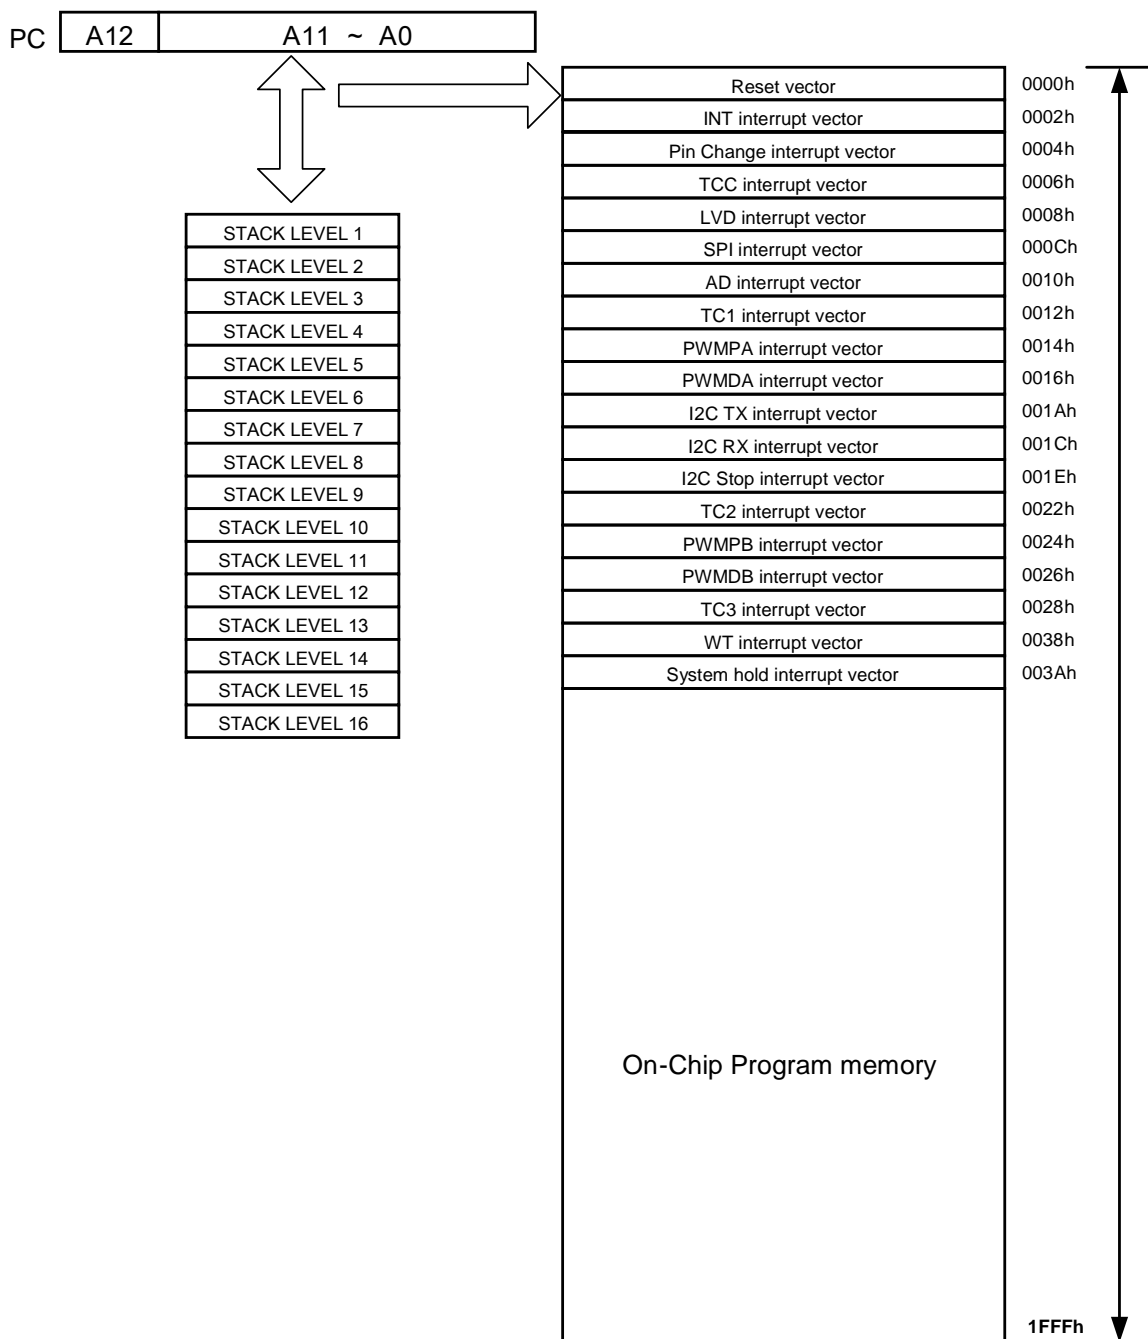

图 6-1 程序计数器组织
• 根据器件类型，R2 和硬件堆栈为 15 位宽。结构如图 6-1 所示。
- “LJMP”指令允许直接加载低 13 位程序计数器位。因此，“LJMP”允许 PC 跳转到 8K (213) 内的任何位置。
- “LCALL”指令加载 PC 的低 13 位，PC + 1 被压入堆栈。因此，子程序入口地址可以位于 8K (213) 内的任何位置。